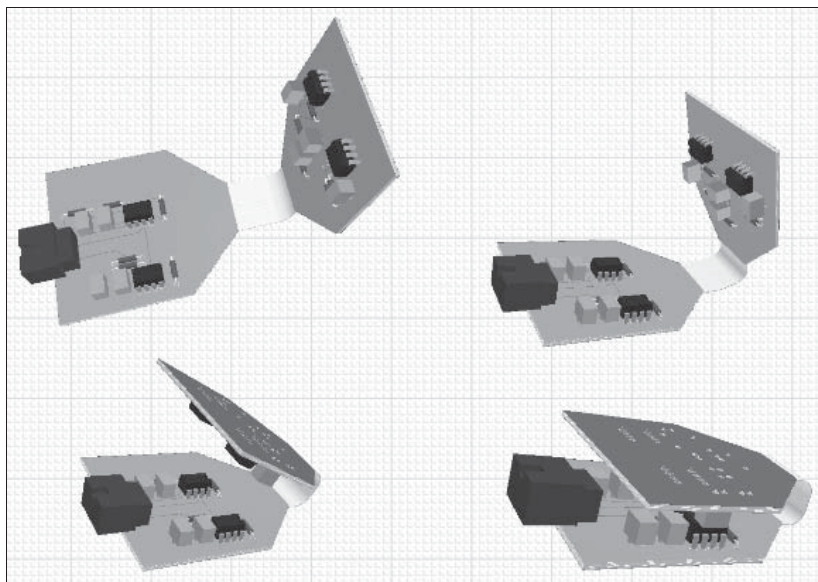

Рис. 12.9. «Мгновенные фотографии» положений гибко-жесткой структуры
- **Take Current View Configuration** — на чертеже может быть показано несколько «мгновенных фотографий», например гибко-жесткой платы в разных фазах сгиба/разгиба шлейфов (рис. 12.9).
Приведенные на рис. 12.9 виды получаются при совместном действии функций **Current Camera Position** и **Current View Configuration**.